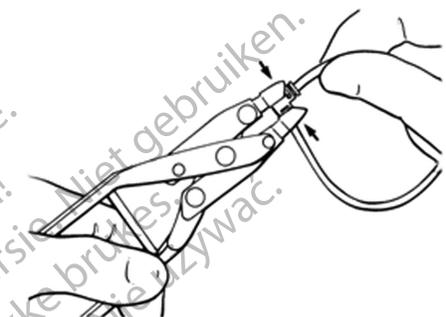

Abbildung 4-35. Rechtwinkligen Konnektor verwenden
- Zange zweimal verwenden, d. h. einmal an jedem Ende (**Abbildung 4-35**).